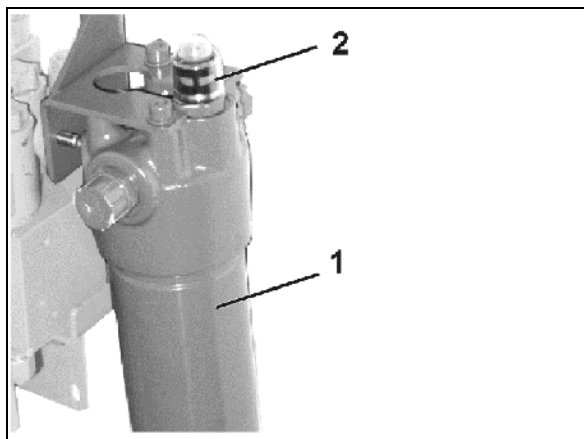

Рис. 121
1. Демонтируйте внешнюю крышку распределителя (Рис. 121/1).
2. Rin Демонтируйте кольцо g (Рис. 121/2).
3. Демонтируйте внутреннюю крышку распределителя (Рис. 121/3).
4. Демонтируйте пенопластовую вставку (Рис. 121/4).